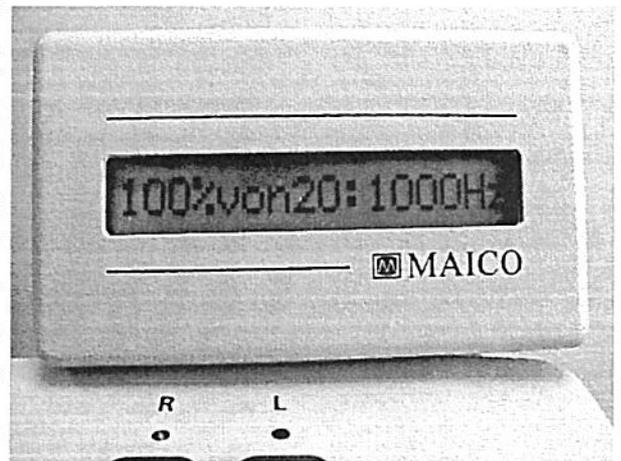

Bild 17 LCD-Anzeige mit SISI Testergebnis
Der SISI-Test wird durch Drücken der SISI-Taste ⑤ eingeschaltet. Er läuft nach der vorangehenden Einübung (Konditionierung) des Patienten vollautomatisch ab. Der eingestellte Testton wird alle fünf Sekunden in der Lautstärke kurz um 1 dB erhöht. Der Patient reagiert durch Drücken der Patientenantworttaste. Der Testablauf und das Testergebnis sind auf der LCD-Anzeige zu sehen. Nach 20 Tonerhöhungen (Inkrementen) wird der Test automatisch beendet und auf der LCD-Anzeige erscheint das Testresultat (siehe Bild 17).